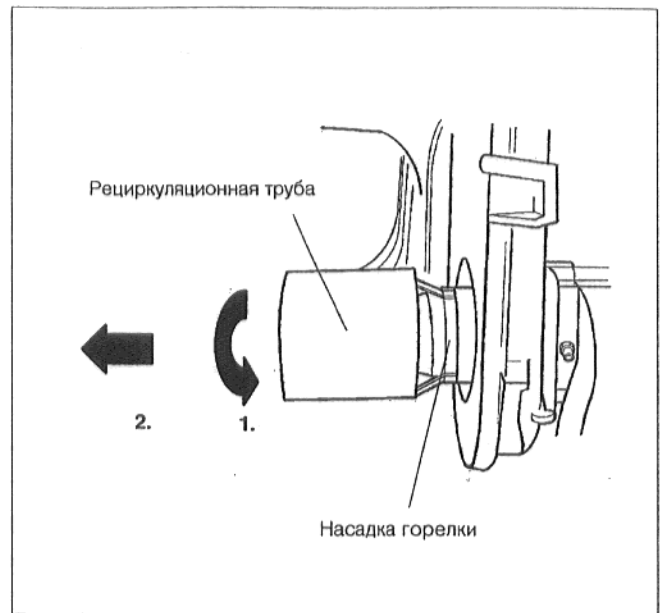

Рис. 9
- Повернуть рециркуляционную трубу немного влево и затем снять (штыковой зажим, рис. 9).